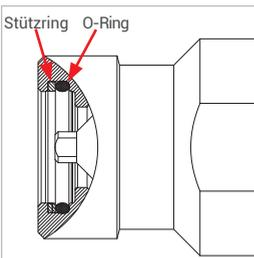

Abbildung 7
- ▶ Kontrollieren Sie vor dem Einsetzen des Nippelinsatzes (Pos. 7) die beiden Dichtelemente (O-Ring und Stützring, *Abbildung 7*) auf korrekte Einbaurichtung, richtigen Sitz und Beschädigung.